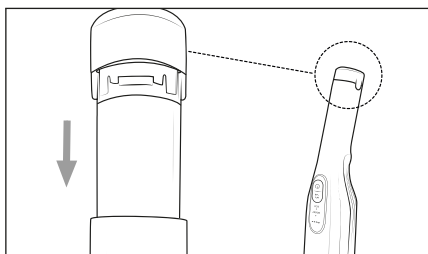

Fig. 3
- 3) Infilare la batteria **1** nell'apparecchio finché non si innesta saldamente nell'apparecchio (vedere fig. 3).